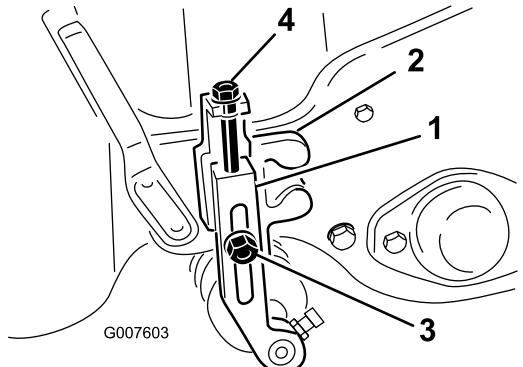

Figura 48
- Desaperte as porcas de aperto que prendem os braços da altura de corte para a altura de corte (Figura 48).